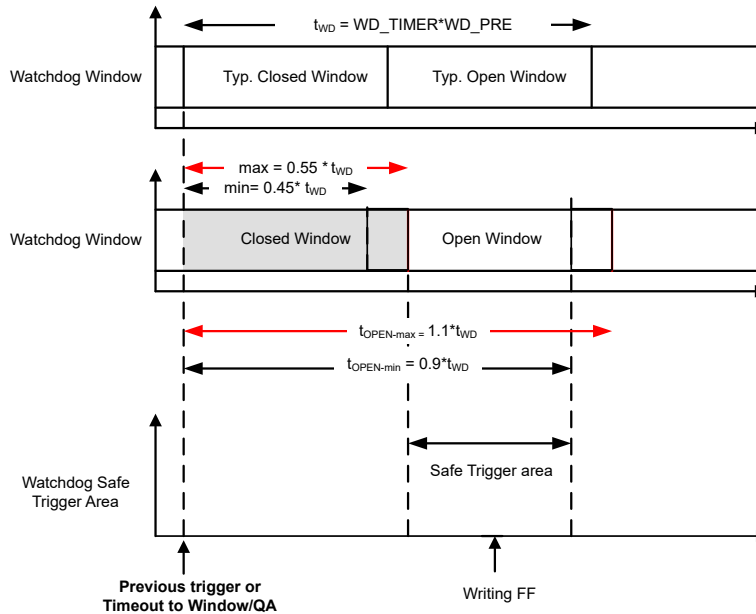

図 8-62. ウィンドウ ウォッチドッグのタイミング図
57.6ms の $t_{\text{OPEN-MIN}}$ と 35.2ms の $t_{\text{CLOSED-MAX}}$ を使用する場合、利用可能なセーフトリガウィンドウの長さは 22.4ms です。セーフトリガ領域は $46.4\text{ms} \pm 11.2\text{ms}$ で発生する必要があり、これは t_{OPEN} 最小値 + t_{CLOSED} 最大値の半分です。他のウィンドウ値にも同じ方法が使用されます。図 8-62 には上記の情報が図で説明されています。Q&A ウォッチドッグの応答 1 および応答 2 ウィンドウについても説明しています。